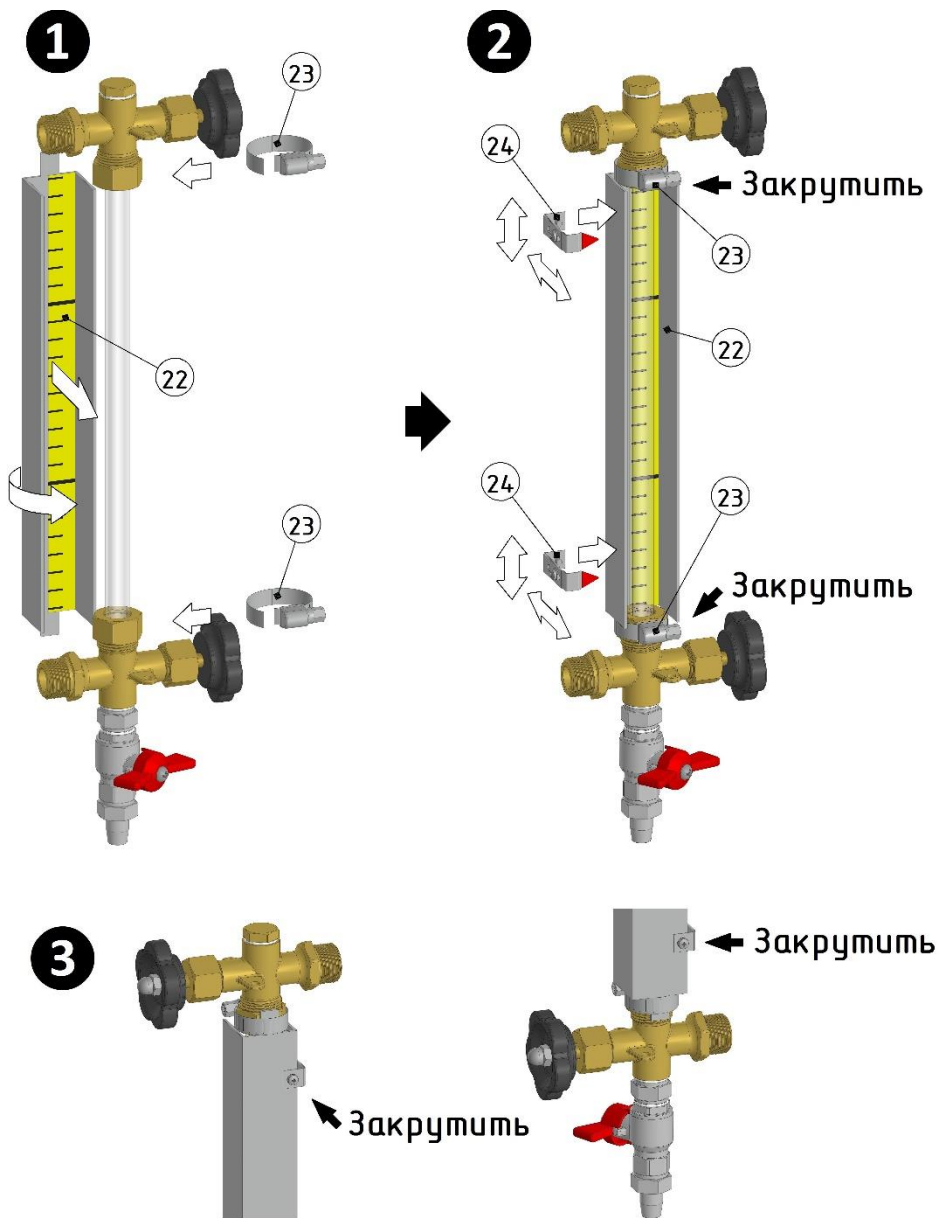

Рисунок 8.3 – Схема установки защитного кожуха
- 11) При успешном испытании на герметичность перед началом эксплуатации установите защитный кожух из комплекта поставки (см. рисунок 8.3):
- выкрутите винты хомутов (23) таким образом, чтобы лента вышла из зацепления с червяком винта;
- установите защитный кожух (22) на указатель уровня, сориентировав его в положении, удобном для наблюдения за столбом жидкости (конструкция позволяет поворот на 360°);
- 12) Для модификаций –HARN10 установите указатели пределов (24) на необходимой высоте (отметке шкалы):